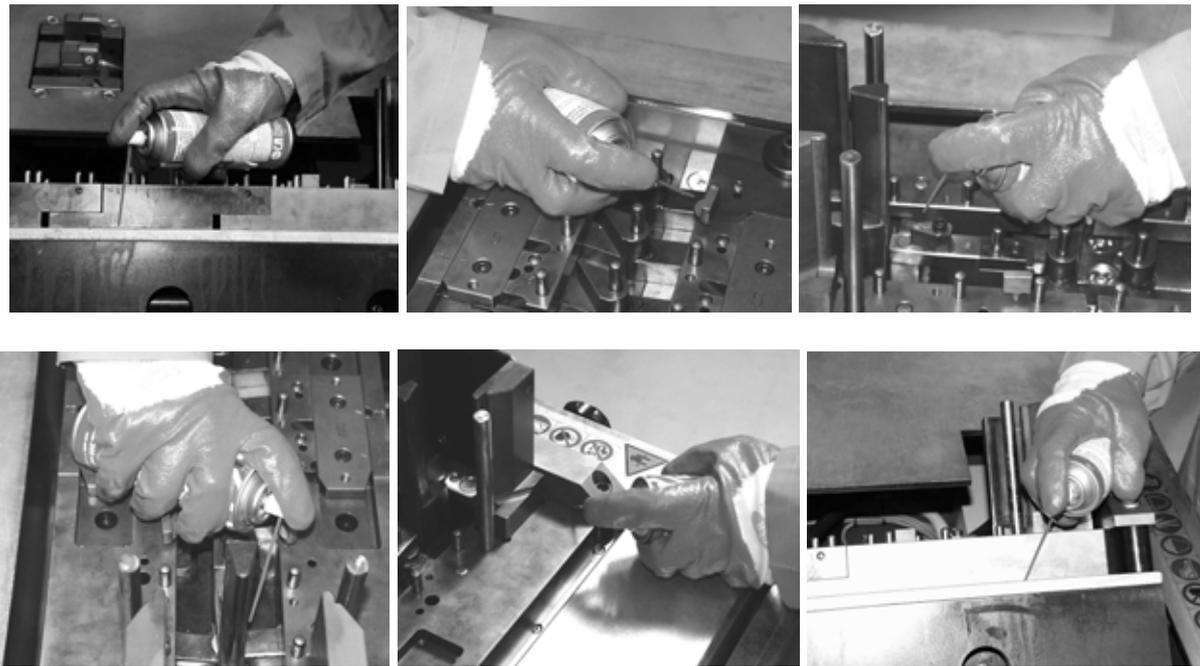

Figura 5.3 – Punti di oliatura della stazione di piega
- ✓ Oliare i componenti meccanici della stazione di piega **1** e di taglio **2** (si vedano i dettagli successivi) (figura 5.1, figura 5.2 e figura 5.3).
☞ *Tutte le operazioni di oliatura possono essere eseguite con la stazione di piega bloccata in posizione orizzontale. Nelle foto di figura 5.3 la stazione di piega, in alcuni casi, è fotografata inclinata esclusivamente per rendere più evidente il punto di oliatura.*